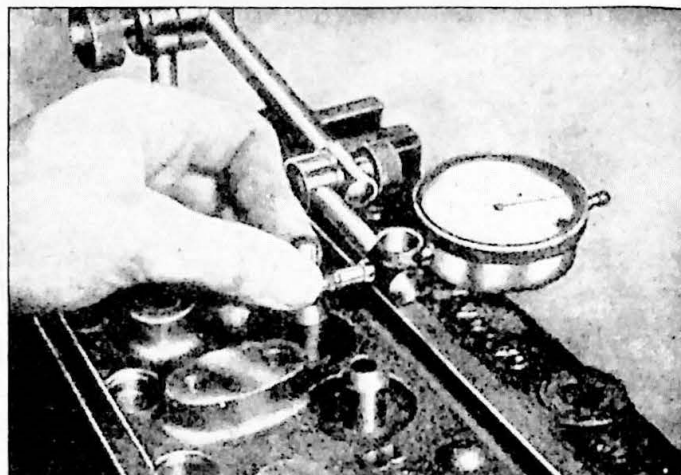

Fig. 2.12. Het meten van de klepspeling zoals het bij revisiebedrijven gebeurt
2. Meet de speling in de klepbediening volgens Fig. 2.12. De speling bij een nieuwe klep mag niet groter zijn dan 0,15 mm. Controleer eveneens of de kleppen niet teveel versleten zijn. Zie de specificaties 'klepsysteem' en 'slijtage tolerantie'.